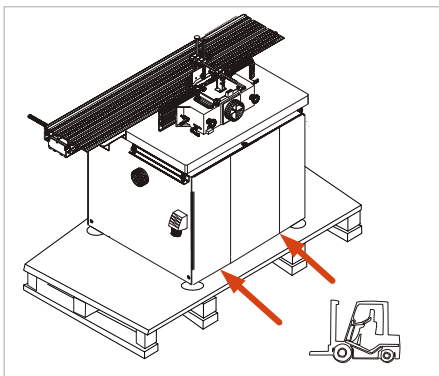

Abbildung 5: Abstellen mit Gabelstapler
- Dann die unterfahrbare Maschine mit dem Gabelstapler von der Palette herunterheben und die Gabel des Staplers so zuführen, wie es in ⇒ Abbildung 5 veranschaulicht ist.